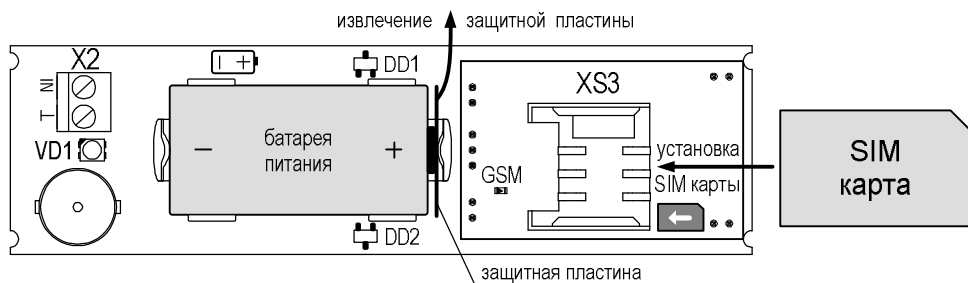

Рис.7 Установка SIM карты, извлечение защитной пластины
1. Установите SIM карту как показано на рис. 7.
2. Извлеките защитную пластину из контактов батареи питания (см. рис. 7) или установите батарею питания соблюдая полярность (если она была извлечена).